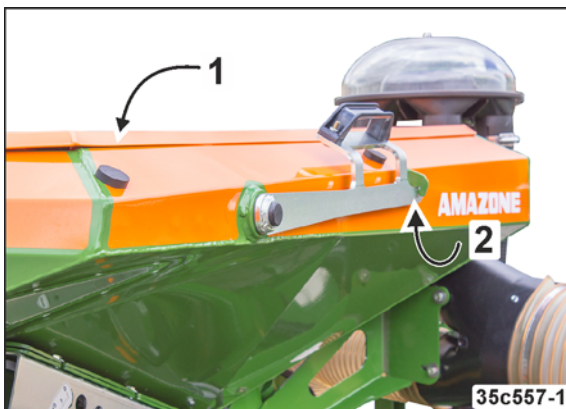

Fig. 214
Såsådsbeholderens dæksel (Fig. 214/1)
- lukkes, inden blæseren startes (Fig. 214/2)